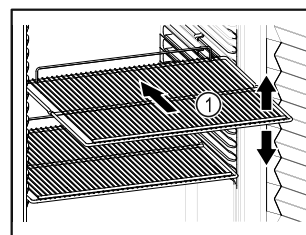

Fig. 58
- ❑ Dacă grătarele tip poliță Fig. 58 (1) pot fi mutate, adaptați-le în funcție de înălțime.